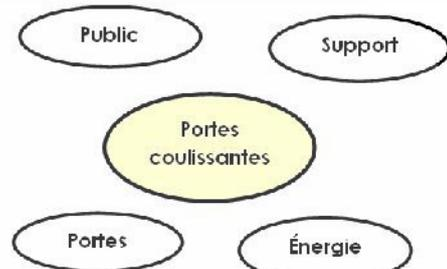

Figure 2
- 2- On considère le diagramme Pieuvre simplifié du système, qui recense un certain nombre d'éléments principaux de l'environnement du système qui sont en interaction avec lui. **Compléter** alors ce diagramme à la figure 2 de la page suivante.